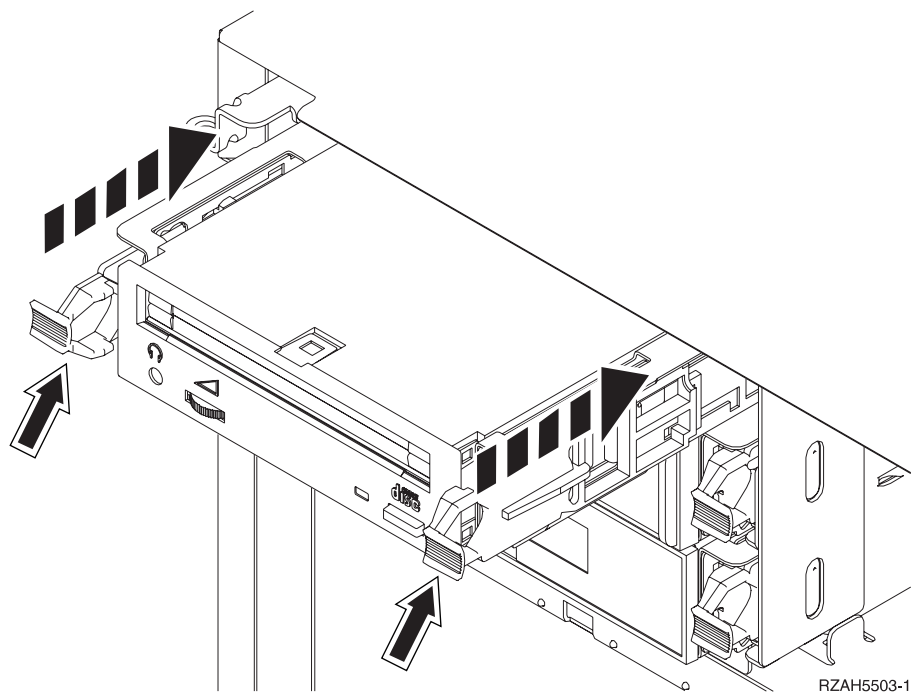

Figura 3. Installazione dell'unità di supporto magnetico rimovibile
- ___ 20. Consultare la Figura 3 e sostenere la parte inferiore dell'unità di supporto magnetico mentre la si fa scivolare per metà nella posizione selezionata. Non spingerla oltre.